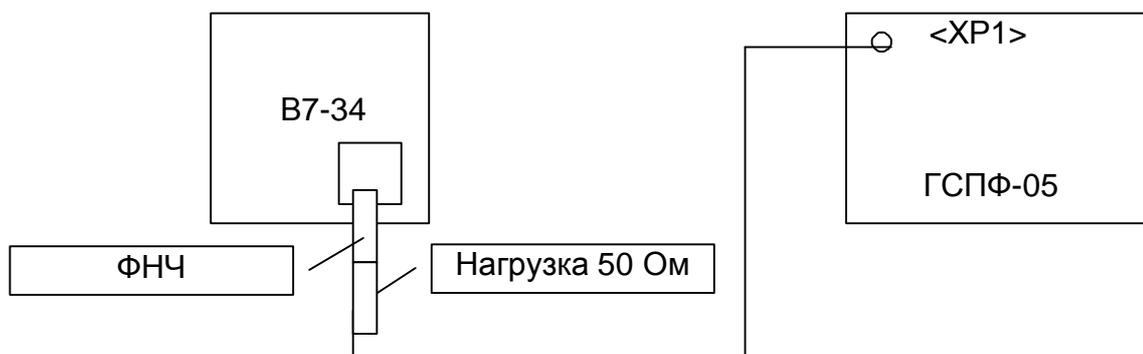

Рис. 7. 6
7.5.3.5.1 Собирается измерительная схема так, как показано на Рис. 7. 6.